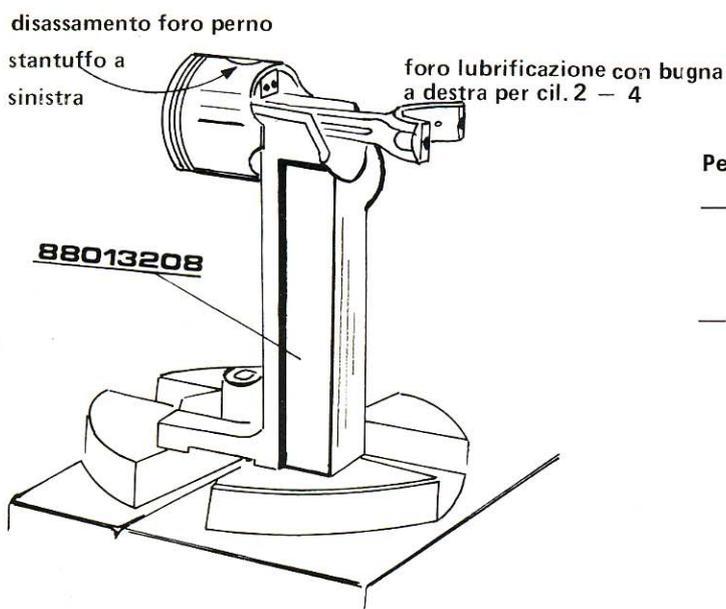

Fig. 58 - Montaggio perno
- Estrarre dal forno una biella relativa al cilindro 2 o 4 e disporla sull'attrezzo 88013208 con il foro lubrificazione cilindro che sfocia nella bugna, rivolto verso destra (Fig. 58).